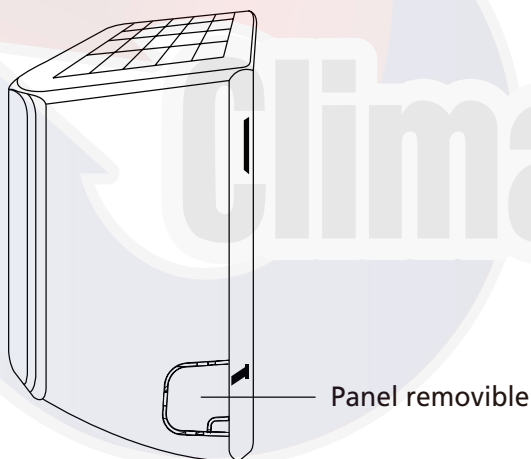

Fig. 3.3
2. Si el orificio en la pared está detrás de la unidad, deje el panel removible en su lugar. Si el orificio en la pared está a un lado de la unidad interior, retire el panel removible plástico de ese lado de la unidad. (Ver **Fig. 3.3**) Esto creará una ranura a través de la cual las tuberías podrán salir de la unidad. Utilice una pinza, si le resulta muy difícil retirar a mano el panel plástico.